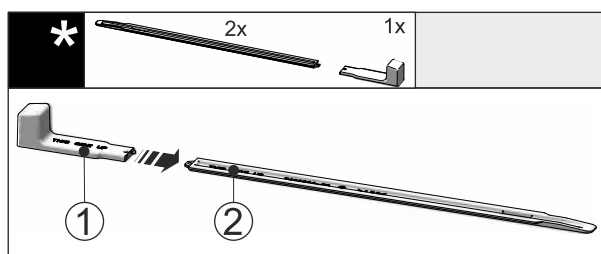

Fig. 48
- Atașați mânerul de montare Fig. 48 (1) la șina de nivelare Fig. 48 (2).